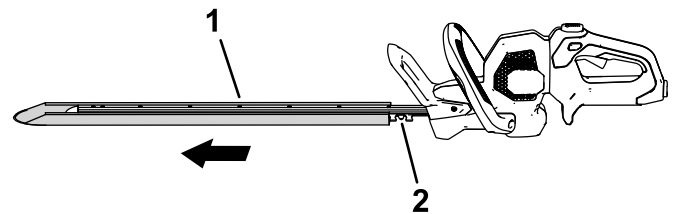

Figure 3
1. Enlevez le couvercle de protection des lames (Figure 3).